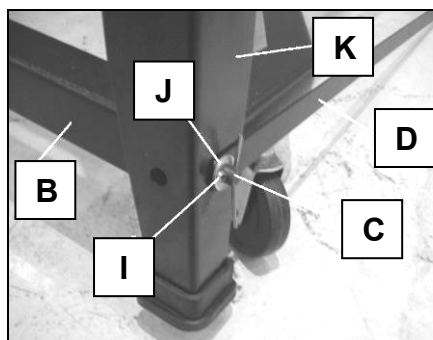

Fig 18
- Insérez la tige de 10mm (**C**) dans le piètement (**K**) et le bras principal (**B**) et faites-la traverser de l'autre côté (Fig 18).
- De chaque côté, placez une barre transversale (**D**) et 1 rondelle de 10mm (**J**), puis insérez une goupille (**I**) dans la tige (**C**) (Fig 18).